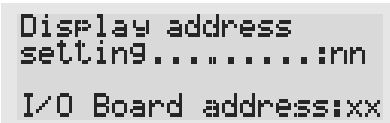

Fig. 2
Per entrare in modalità configurazione premere contemporaneamente i tasti ↓+↑+enter (sempre presenti in tutte le versioni) per almeno 5 secondi; verrà visualizzata la maschera di Fig. 2 con il cursore lampeggiante nell'angolo in alto a sinistra:
- Premere il tasto enter fino a che il cursore si posiziona sul campo xx (I/O board address) Fig. 2;
To access configuration mode, press the ↓+↑+enter buttons (present on all versions) together and hold them for at least 5 seconds; the screen shown in Fig. 2 will be displayed, with the cursor flashing in the top left corner:
- Press the "enter" button until the cursor moves to the field xx (I/O board address) Fig. 2;